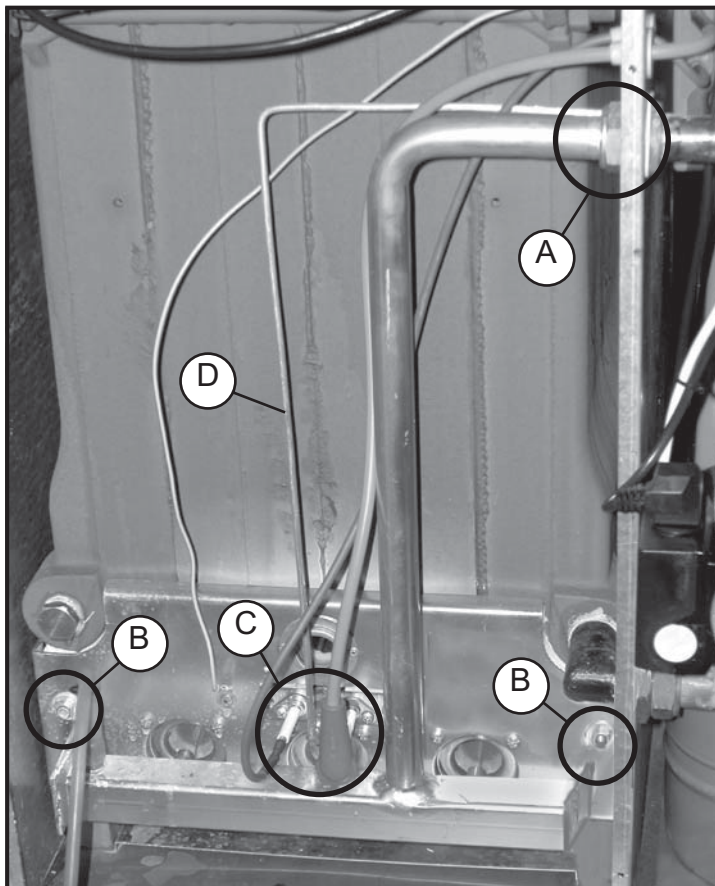

fig. 12
- Să deșurubați cele două piulițe **B** care fixează ușa camerei de ardere de elementele din fontă ale centralei (fig. 12)